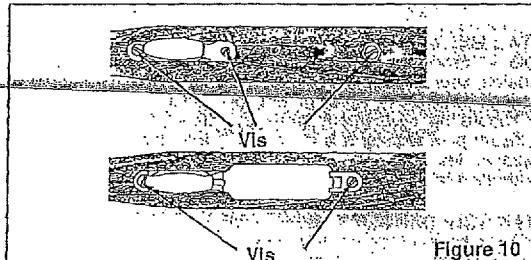

Figure 10
4. Enlevez les vis du pontet. Voir la figure 10.